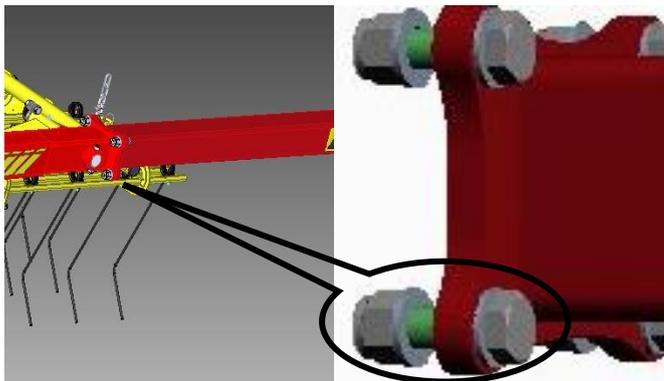

Figure 3
- Monter le cadre à bride sur le cadre existant à l'aide des vis six pans M16x55 et des écrous M16 et une rondelle M16 (Figure 3).